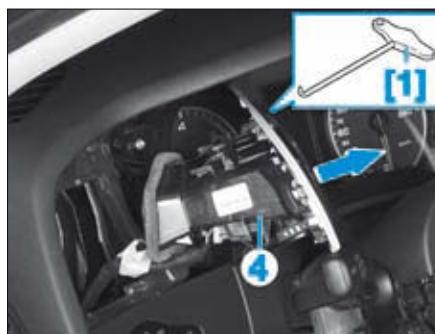

FIG. 13
- [1]. Crochet de dépose (réf Audi : 3438) (Fig.13).
- A l'aide de l'outil [1], dégrafer l'aérateur gauche (4) de la planche de bord (Fig.13).